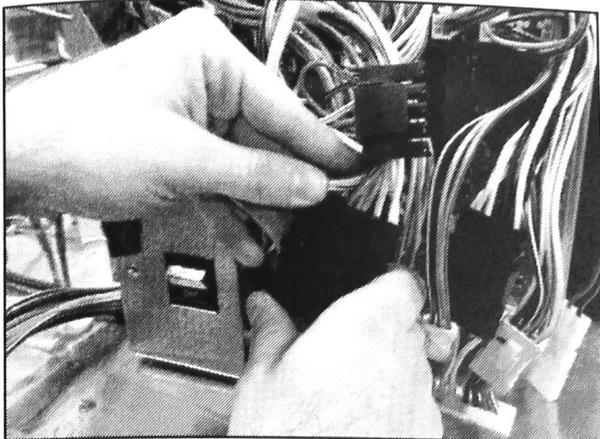

FIGURE 7
9. Débrancher les trois connecteurs du compartiment de congélation qui traversent l'orifice de passage de gauche. Voir Figure 7.